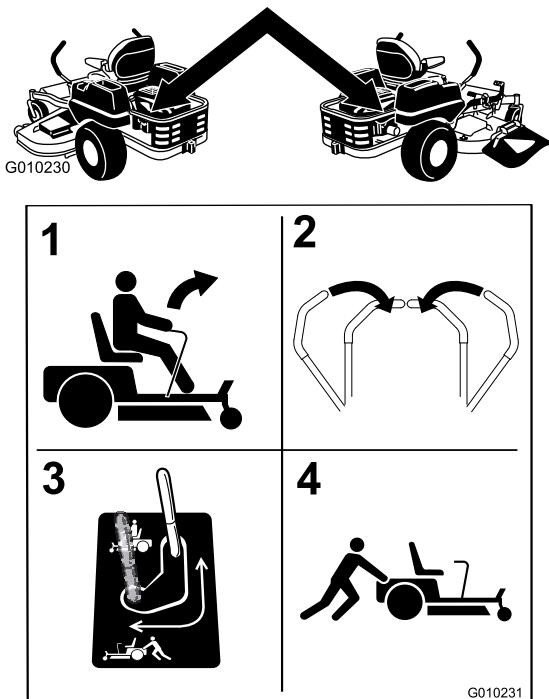

Figure 30
4. Déplacez les leviers de dérivation en arrière, puis abaissez-les pour les bloquer en place comme illustré à la Figure 30 et désengager les moteurs de roues. Répétez cette procédure de chaque côté de la machine.
Placez la dérivation à la position voulue pour pousser la machine (Figure 30) et engager les moteurs des roues.